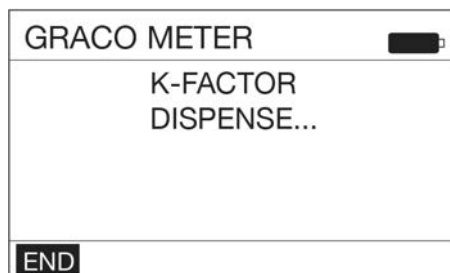

图 16
**注意：**分配过程中计量分配阀不会显示分配的体积。分配的体积只能通过测量容积瓶来确定。校准分配期间显示屏幕（图 16）。